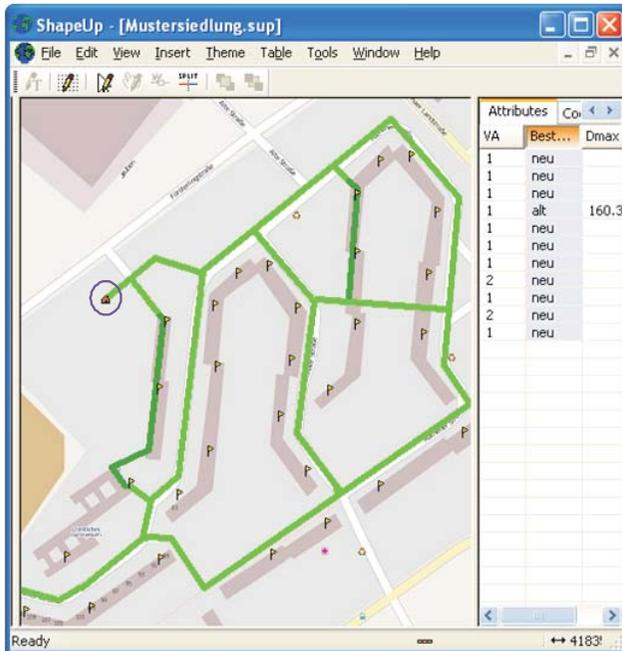

Bild 1 Hintergrundbild, Einspeisepunkt und Abnehmer sowie Vorzugstrassen
- Das Georeferenzierte Hintergrundbild wird importiert (© OpenStreetMap, blasser Farben in Bild 1). Die Gestalt der Häuser (dunkel) und die Verläufe der Straßen (weiß) ermöglichen eine gute Orientierung.
- Direkte Eingabe (oder Import) der Einspeiser (rotes Fünfeck links oben im Bild 1, durch violetten Kreis markiert) und Abnehmer (gelbe Fähnchen im Bild 1, als Hausanschluss-Stationen in den Häuserzeilen angeordnet) mit dem vorgegebenen Attribut für den Wärmebedarf.
- Eingabe von möglichen Trassen (dicke grüne Linien in Bild 1) mit der Maus und Vergeben von Attributen (Tabelle im rechten Teil von Bild 1), für schon vorhandene Leitungen „alt“ (Abzweig von Einspeisepunkt in DN 150) und „VA“ für die Verlegeart (= 1 für Straße und Gelände, = 2 für Kellergang und vorhandener Kanal).